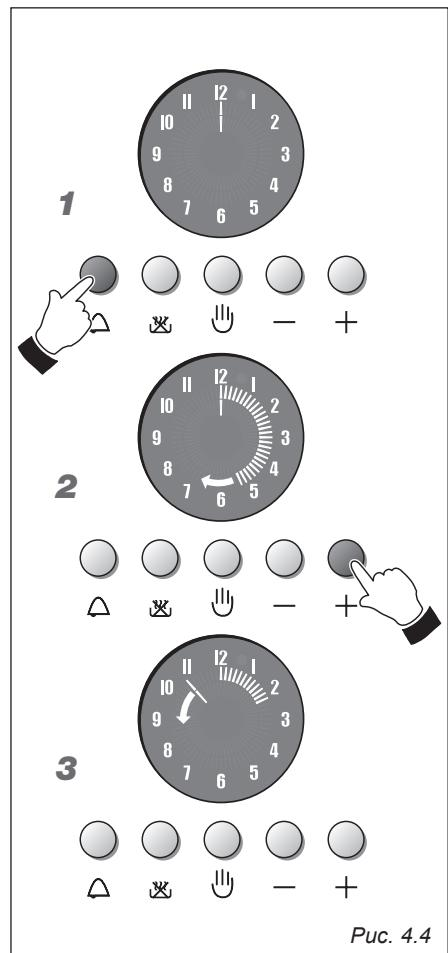

Рис. 4.4
## ТАЙМЕР (Рис. 4.4)
1. Рис. 4.4 – Для того чтобы задать программу таймера, нажмите кнопку  $\triangle$ .
2. Рис. 4.4 – В течение 7 секунд нажмите на кнопку  $+$  для установки необходимого времени. Загорятся светящиеся стрелки внешнего круга. Для уменьшения значения времени нажмите на кнопку  $-$ .
3. Рис. 4.4 – Незамедлительно начнется обратный отсчет, и на дисплее начнут зажигаться стрелки в направлении против часовой стрелки. При каждом повороте (1 минута) этой стрелки погасает одна светящаяся стрелка.